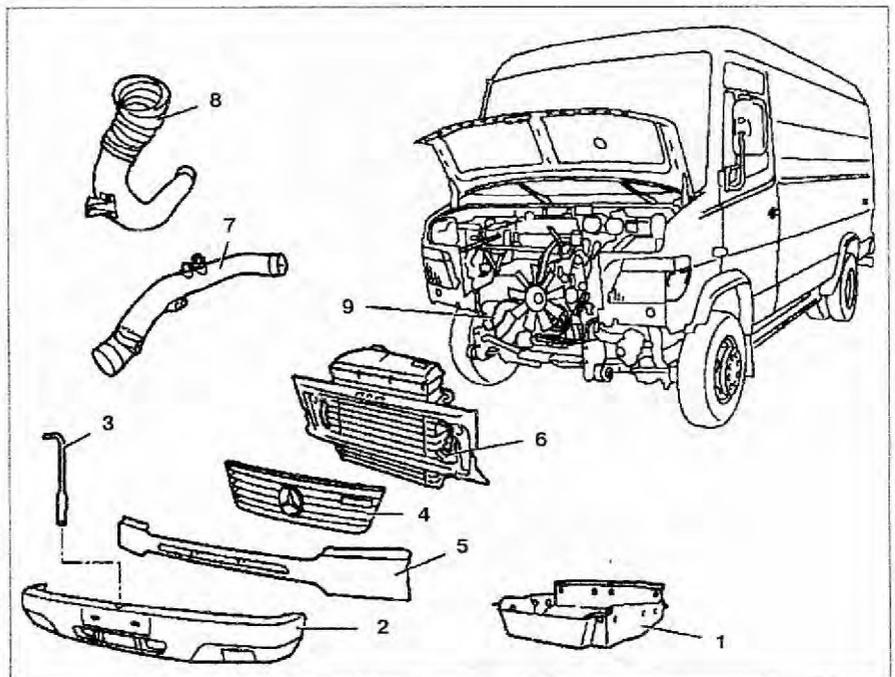

Рис. 2.63. Радиатор системы охлаждения:
1. Снимите нижнюю крышку двигателя **1** (рис. 2.63).